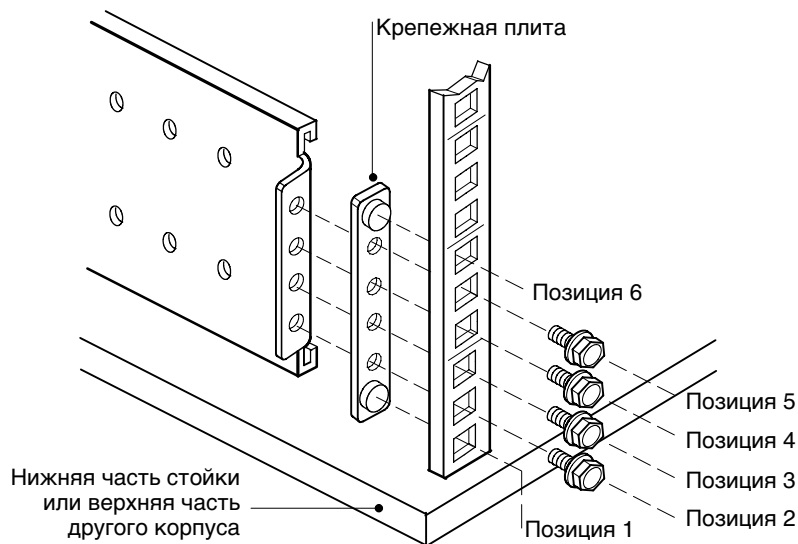

Рисунок 5. Крепление задней направляющей
5. Закрепите направляющую на задней части стойки с помощью четырех крепежных винтов M5 и крепежной плиты (см. рис. 5).